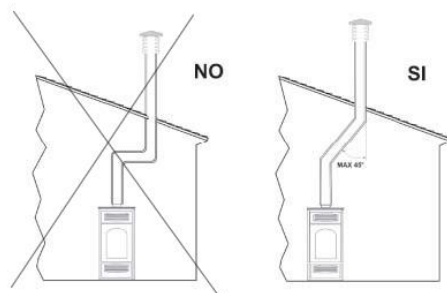

Fig.2
- La section interne doit être uniforme et de préférence circulaire : les sections carrées ou rectangulaires doivent avoir des angles arrondis avec un rayon non inférieur à 20 mm ; un rapport maximum entre les cotes de 1,5 ; des parois les plus lisses possible et sans rétrécissement ; des courbes régulières et sans discontinuité ou déviation par rapport à l'axe non supérieures à 45° (fig. 2).